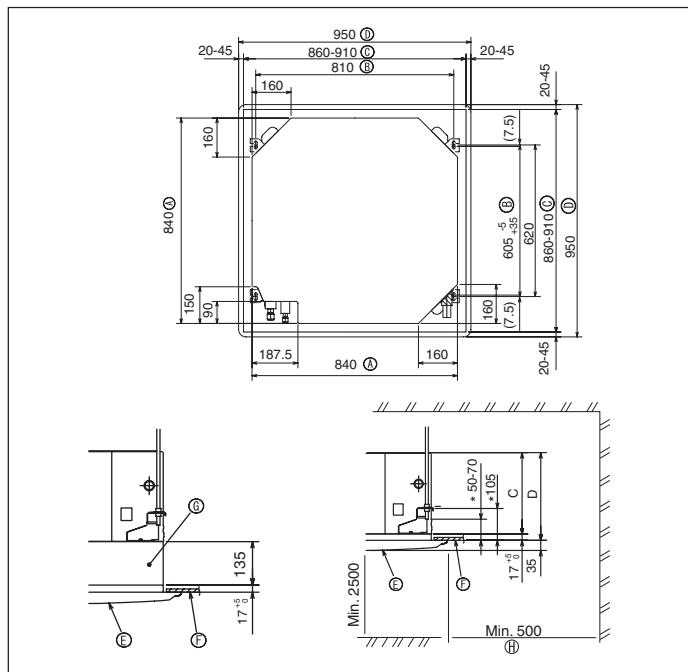

Fig. 3-2
②	Unterlegscheibe (mit Isolierung)	4
③	Unterlegscheibe (ohne Isolierung)	4
④	Rohrdeckung (für Verbindung der Kältemittelrohrleitung)
⑤	kleiner Durchmesser	1
⑥	großer Durchmesser	1
⑦	Band	8
⑧	Schraube mit Unterlegscheibe (M5 x 25) für Gitteranbringung	4
⑨	Abläuffmuffe	1
⑩	Isolierung	1
⑪	Konusmutter 1/4 F (P60)	1
3.2. Lage der Öffnungen in der Decke und der Befestigungsschrauben für die Aufhängung (Fig. 3-2)
* Die Abmessungen der Deckenöffnung können innerhalb des in Fig. 3-2 dargestellten Bereichs angepaßt werden. Deshalb ist die Hauptanlage in der Deckenöffnung zu zentrieren und sicherzustellen, daß die jeweils gegenüberliegenden Seiten überall den gleichen Abstand aufweisen.